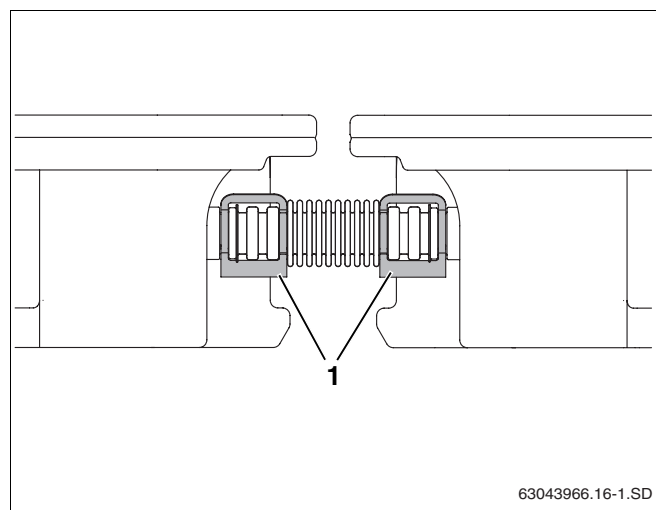

Рис. 27 Фиксация гофрированной трубы зажимами
- Закрепите каждую торцевую крышку одним зажимом, а каждую гофрированную трубу двумя зажимами (рис. 27, поз. 1).